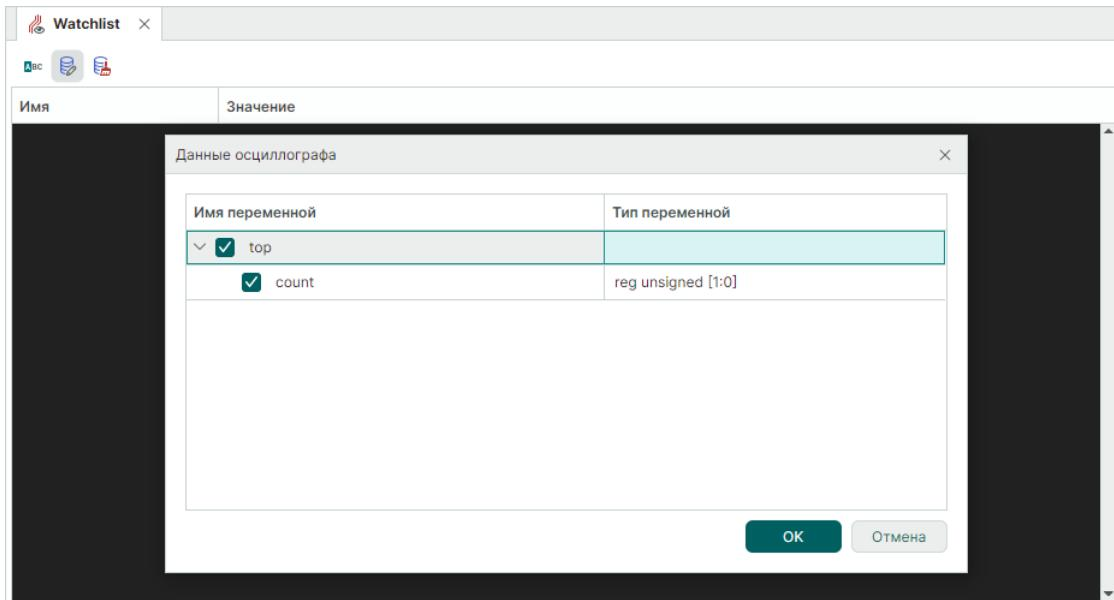

Рис. 44 Выбор данных
2. В открывшемся окне выберите данные путем установки флага рядом с данными, которые необходимо обработать и отобразить, см. Рис. 44. Нажмите «OK».